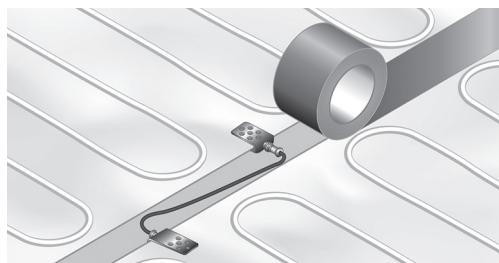

Abb. 9. Installation von Erdungsanschlüssen
**9.** Erdungsanschlüsse montieren (Abb. 9). Die Heizmatte umfasst eine Anzahl von Drähten mit einem Anschluss an jedem Ende. Diese